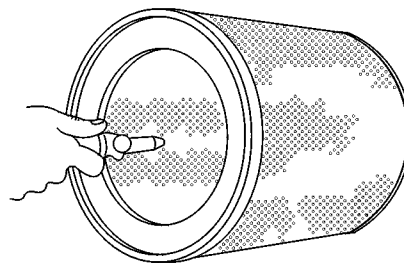

FIGURA 5-4. LIMPIEZA DEL ELEMENTO DEL FILTRO CON AIRE COMPRIMIDO
2. Dirija la corriente de aire desde la boquilla contra el interior del elemento del filtro, como se muestra en la Figura 5-4. Esta es la parte de aire limpio del elemento y el flujo de aire debe ser contrario al flujo normal.